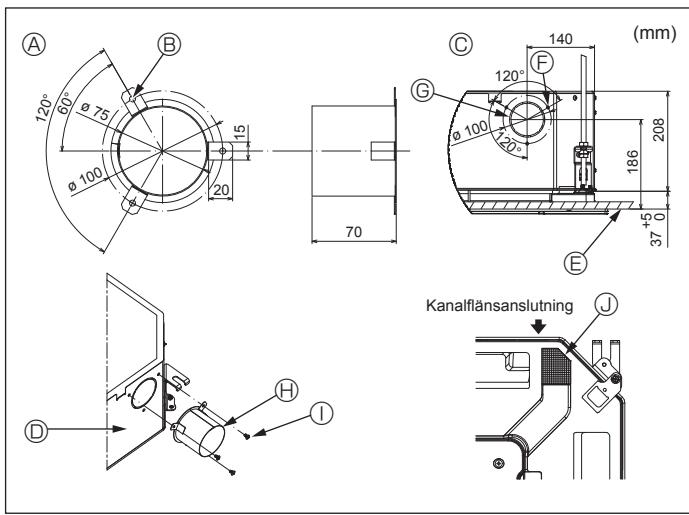

Fig. 2-3
2.3. Installation av kanal (om friskluftsintag finns) (Fig. 2-3)